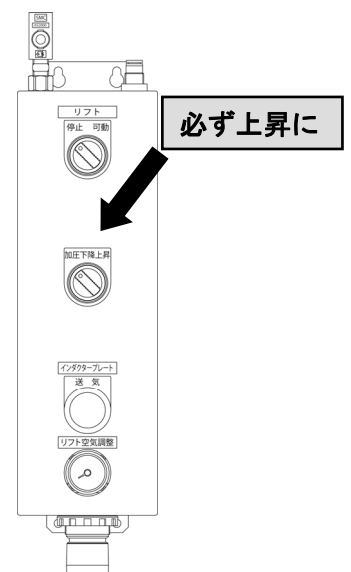

Fig.12
4. **ドラム缶を外す前に、必ず切換スイッチは『上昇』にセットしておいてください。**(Fig.12)